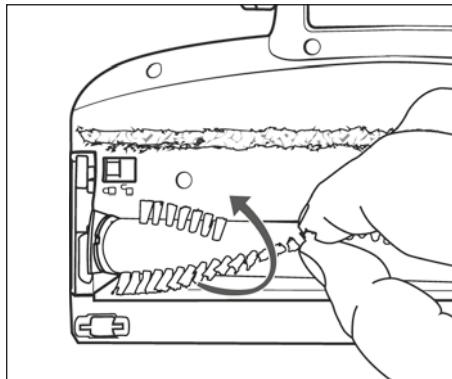

Fig. 25
- 3) Tire del rodillo de cepillos ① por las cerdas para extraerlo del cepillo para suelos ②. Para extraerlo con más facilidad, gire ligeramente el rodillo de cepillos ① al mismo tiempo (consulte la fig. 25).